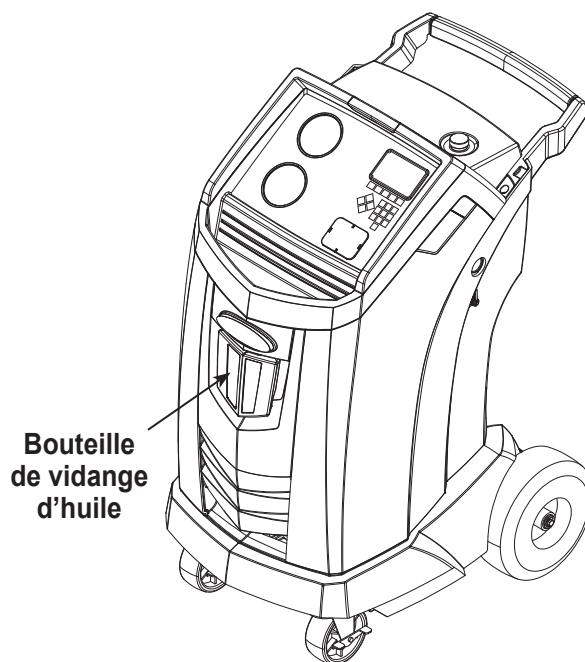

Figure 5
3. Enlevez la bouteille de vidange d'huile de la machine Robinair (voir Figure 5). Videz la bouteille d'huile et éliminez l'huile conformément aux réglementations applicables. Réinstallez la bouteille de vidange d'huile sur la machine.